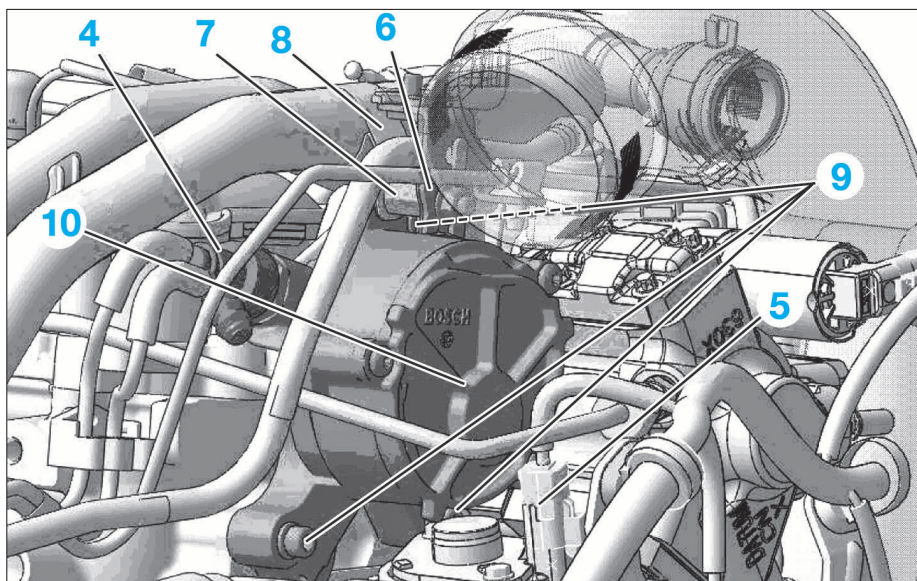

FIG. 26
- Débrancher (Fig.26) :
- la prise de dépression (4)
- le connecteur (5) de l'électrovanne de débit d'eau.
- le support (6)
- la vis colonnette (7).
- Écarter la bride de maintien (8).